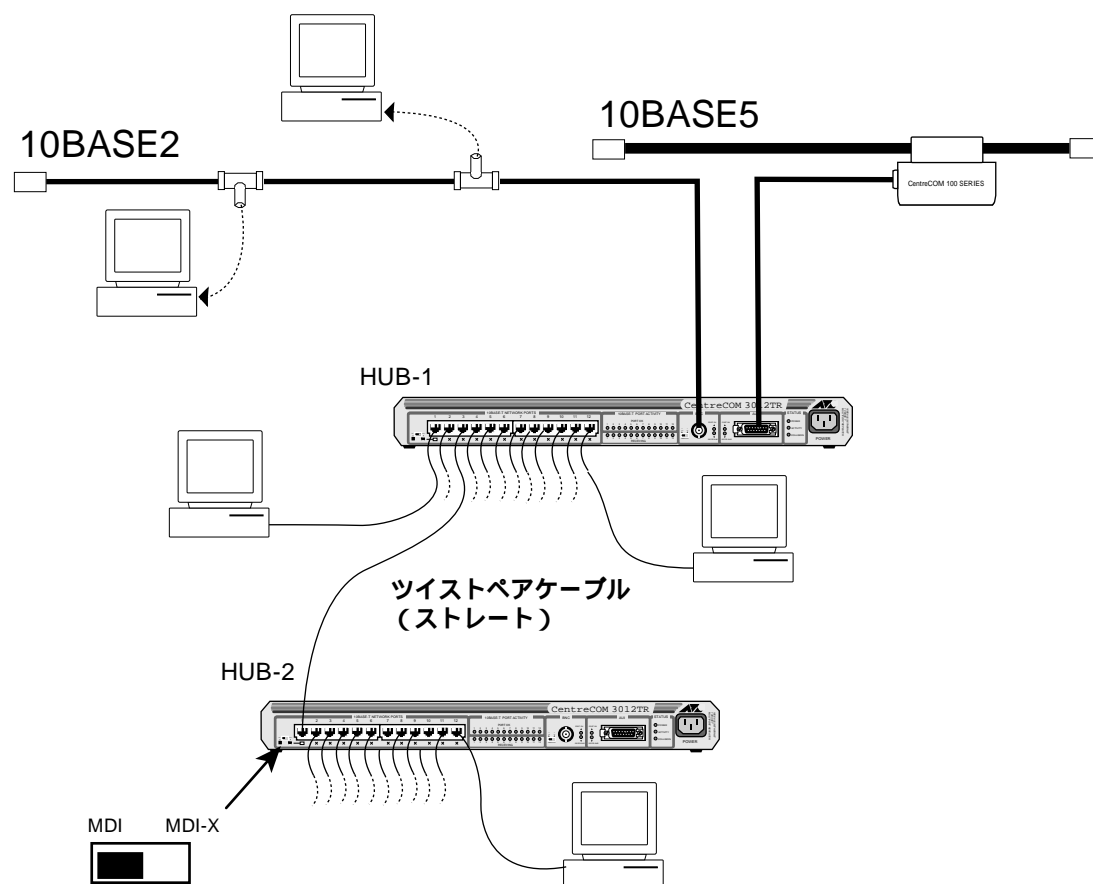

図 2.1 接続例
3. ネットワークバックボーンとなるメディアに合わせたコネクタを接続します。すべてのコネクタ (ポート) は同時に使用することができます。接続の方法の例は次頁の「図 2.1 接続例」を参照してください。
図 2.1 のようにハブをカスケード接続する場合、「ハブの 10BASE-T ポートは MDI-X、パソコン (DTE) の 10BASE-T ポートは MDI になっている」という概念にしたがい、HUB-1 を MDI-X、HUB-2 を MDI に設定し、ストレートのツイストペアケーブルで接続の方が管理がしやすくなります。